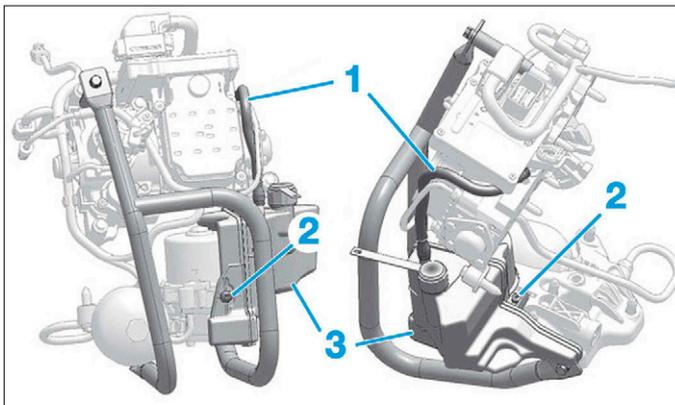

FIG. 24
- Désaccoupler la canalisation de retour (1) du réservoir hydraulique (Fig.24).